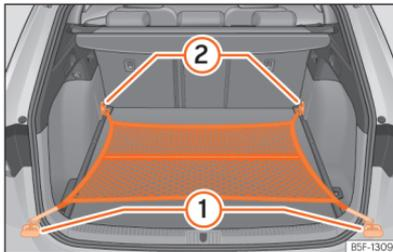

Abb. 189 Im Gepäckraum: flach eingehängtes Gepäckraumnetz.
- Hängen Sie die Haken in die Verzurrosen ein » (Abb. 189) ① und ② » ⚠️. Der Reißverschluss des Gepäckraumnetzes muss dabei nach oben zeigen.